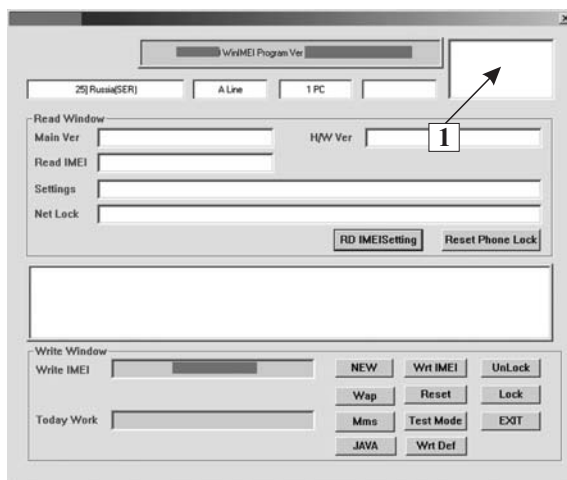

Рис. 1.39. Основное диалоговое окно программы WinIMEI
6. В открывшемся диалоговом окне (рис. 1.39) нажимают кнопку «RD IMEI Settings» для проверки связи с телефоном.
7. После появления в окне статуса надписи «Wait for Entering the TAT Mode!» вводят телефон в тестовый режим (TAT Mode), для чего нажимают и несколько секунд удерживают кнопку включения телефона до появления в поле ввода (1 на рис. 1.39) сообщения «PASS».
Так же с помощью WinIMEI можно инициализировать настройки телефона (кнопки «War», «Mms», «JAVA» в диалоговом окне на рис. 1.39) и установить/снять привязку телефона к оператору сотовой связи/SIM-карте (кнопки «Reset», «Reset Phone Lock», «Lock», «UnLock»).